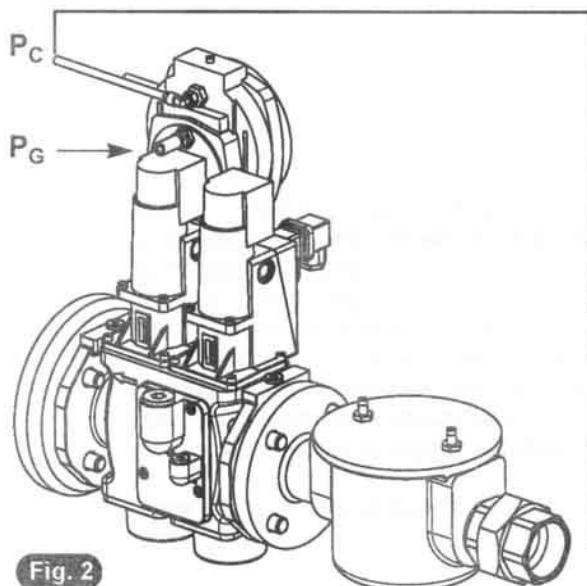
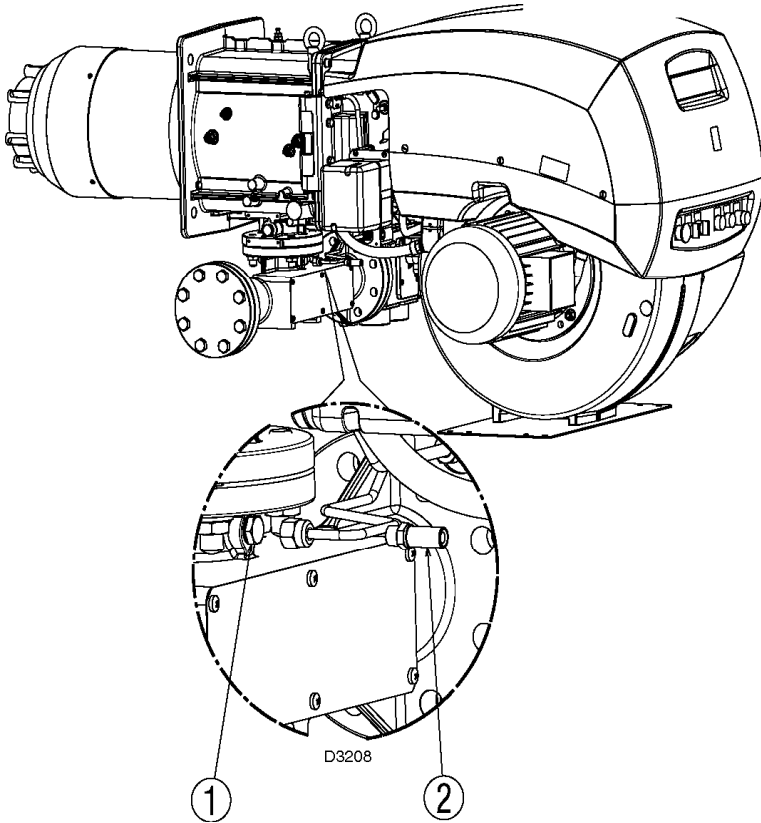

Fig. 2
Рис. 6
- 4 Снимите с трубы газа **А** заглушку и навинтите штуцер **2**, который входит в комплект поставки газовой рампы (рисунок 6).
- 6 Присоедините трубку газа **Е** к штуцеру **2** (рисунок 6), а другой конец трубки присоедините к штуцеру P_G исполнительного механизма (смотри рисунок 2 и 4).